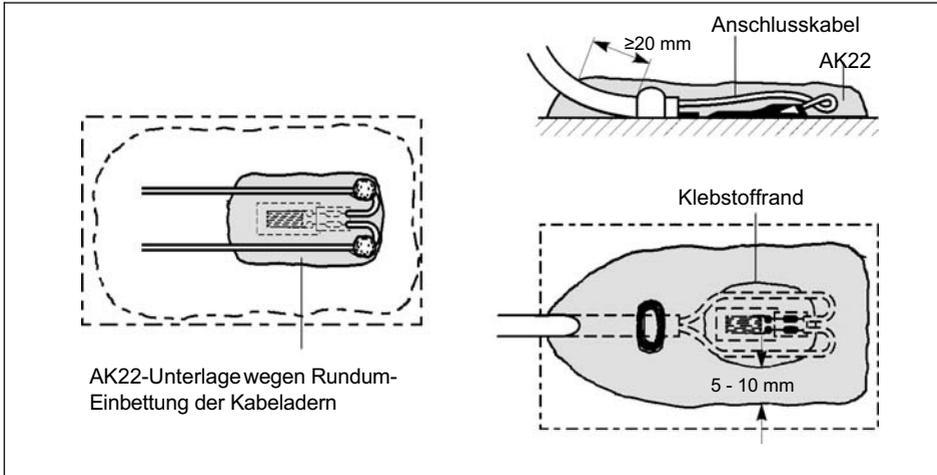

Abb. 6.1 Messstelle mit Schutzabdeckung
- Kabeleinführungen sind mit größtmöglicher Sorgfalt abzudichten. Die Abdeckmittel müssen das Kabelende von allen Seiten einhüllen, also auch von unten, damit keine Kanäle oder Kapillaren entstehen, durch die Feuchtigkeit ins Innere der Abdeckung vordringen kann. Betten Sie bei mehradrigen Kabeln die Kabeladern einzeln in die Abdeckmasse ein und beziehen Sie ein Stück des Kabelmantels in die Abdeckung ein (*Abb. 6.1 auf Seite 86*). Rauen Sie bei kritischen Umgebungsbedingungen die Kabelisolation auf und entfetten Sie sie mit chemisch reinem Lösungsmittel.